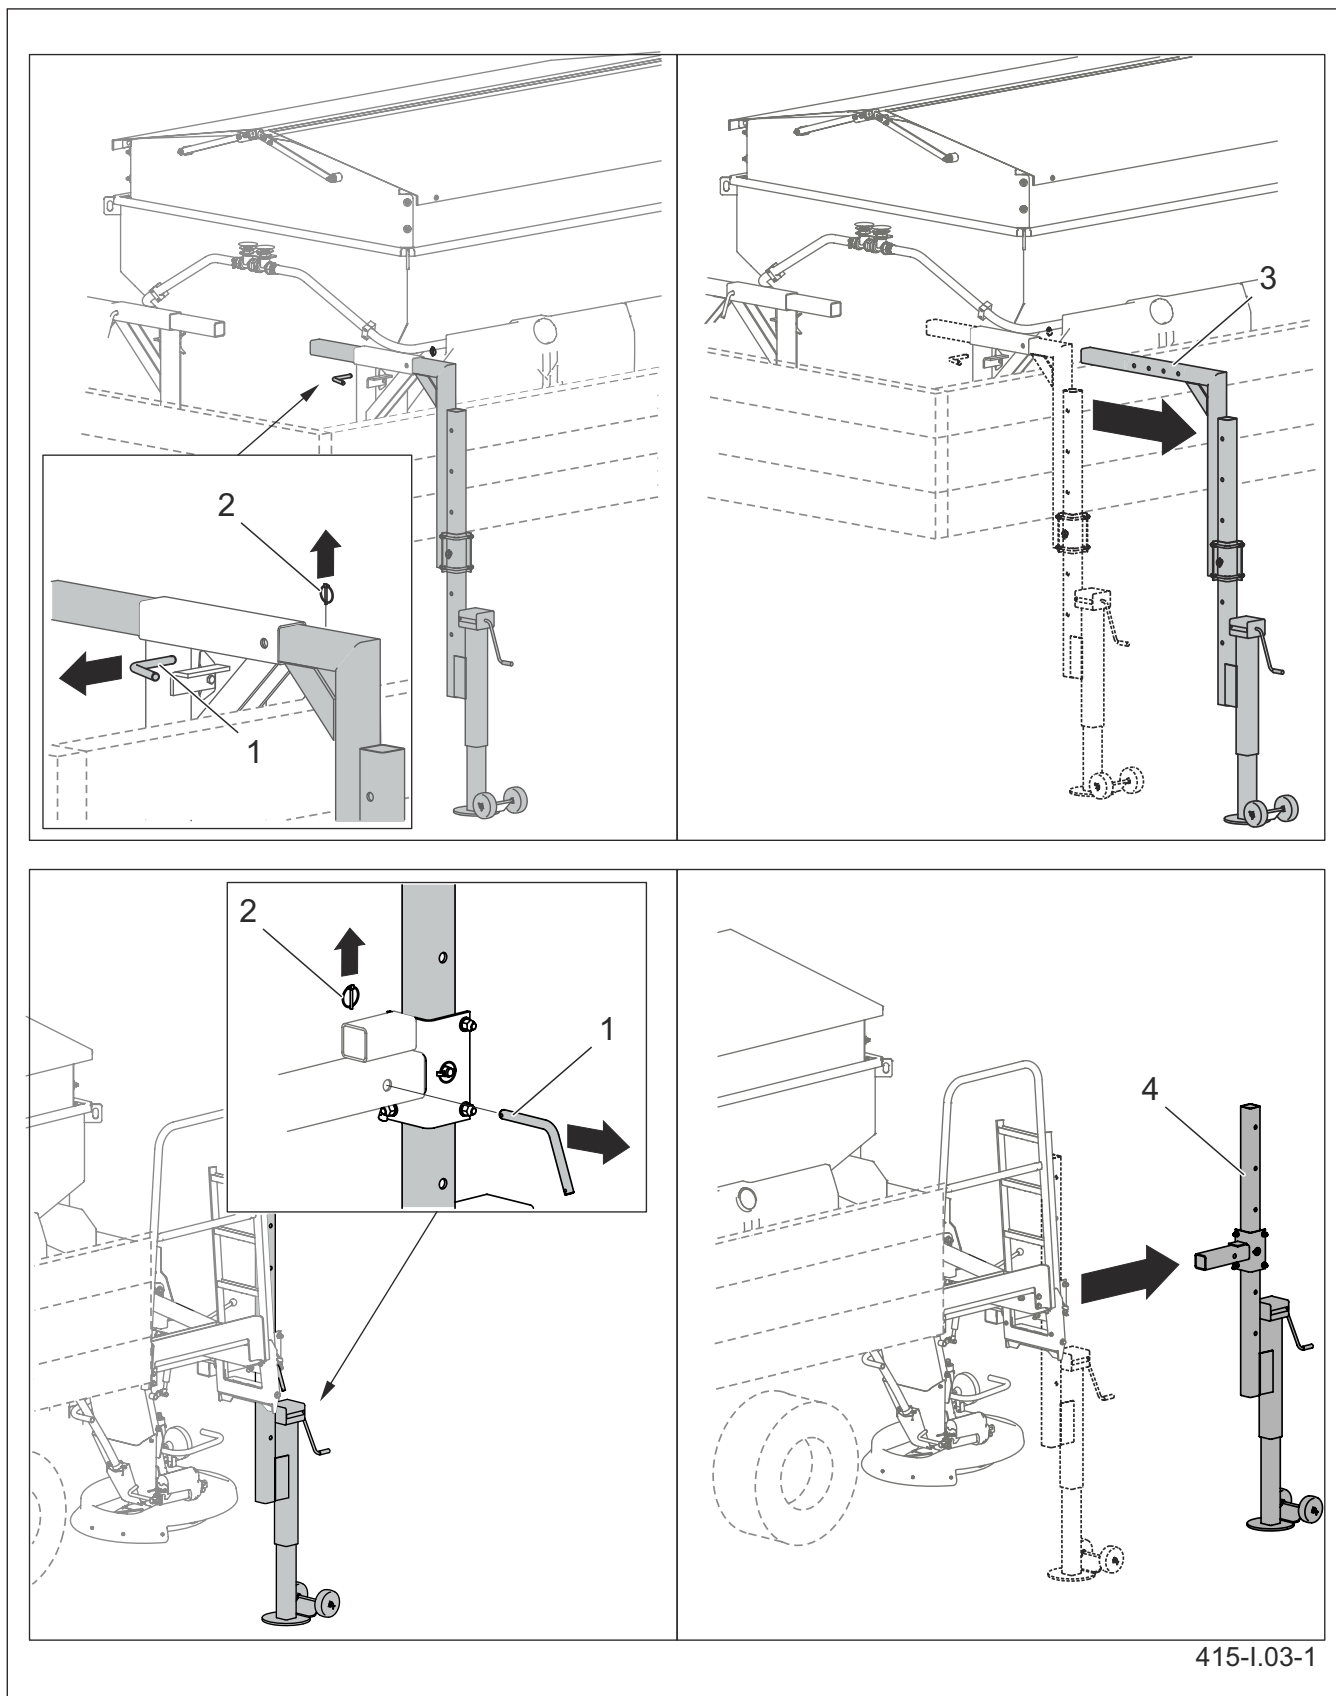

Рисунок 5.3 Демонтаж стояночных опор
- Когда машина полностью встанет на грузовую платформу, необходимо вынуть чеки (2) и шпильки (1), фиксирующие опоры в направляющих (РИСУНОК 5.3).
- Передние (3) и задние (4) опоры нужно демонтировать и сохранить для использования в дальнейшем.